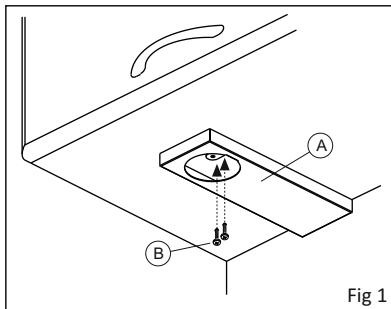
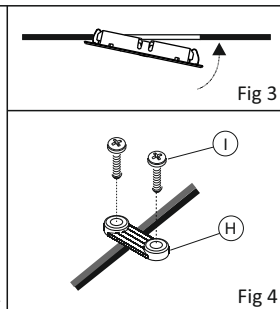

Fig 1
Fig 3
INSTALLAZIONE EVOATOM (fig.1,2,3,4):**INSTALLAZIONE TEBE (fig.3,4,5,6):**
INSTALLATION EVOATOM (fig.1,2,3,4):
INSTALLATION TEBE (fig.3,4,5,6):
- Fasten the metallic bracket (A) with the included screws (B) as illustrated in figure.
- Insert the light (C) into the hole in the metallic bracket, taking care that the springs (D) are not aligned with the discharge (E) and that the cable (F) is on the opposite side of the bracket (G) as illustrated in figure.
- Anchoring of the light to the metallic bracket must be carried out inserting first one spring and then the other, applying slight pressure until completely fitted as illustrated in figure 3.
INSTALLATION EVOATOM (Abb. 1,2,3,4):**INSTALLATION TEBE (Abb. 3,4,5,6):**
- Das Metallgehäuse (A) mit den mitgelieferten Schrauben (B) wie in Abbildung befestigen.
- Den LED-Strahler (C) in die Öffnung der Metallhalterung einsetzen und darauf achten, dass die Klammern (D) nicht am Auslass (E) liegen und dass das Kabel (F) auf der Seite gegenüber dem Bügel (G) liegt, wie in Abbildung gezeigt.
- Die Verankerung des LED-Strahlers an der Metallhalterung muss ausgeführt werden, indem man zuerst eine Klammer und dann erst die andere Klammer einsetzt und leichten Druck ausübt, bis sie komplett einrastet, wie in Abbildung 3 gezeigt.
INSTALACIÓN EVOATOM (Fig. 1,2,3,4):**INSTALACIÓN TEBE (Fig. 3,4,5,6):**
- Fixer le support métallique (A) à l'aide des vis fournies (B) comme indiqué figure.
- Insérer le spot (C) dans l'orifice du support métallique en s'assurant que les ressorts (D) ne soient pas en contact avec la mise à terre (E) et que le câble (F) se trouve sur le côté opposé au clip de fixation (G) comme indiqué figure.
- L'ancrage de fixation du spot au support métallique doit être effectué en insérant d'abord un ressort puis l'autre en effectuant une légère pression jusqu'à encastrement complet comme indiqué figure 3.